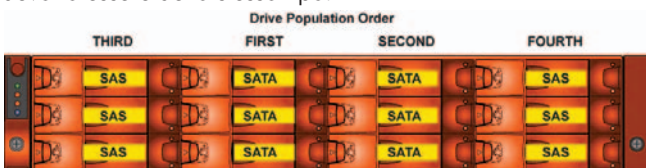

Figura 6: ordine di installazione delle unità e caricamento di un'unità campione
- Per ottenere prestazioni ottimali, inserire le unità disco negli slot nella sequenza indicata di seguito, se non si prevede di utilizzare tutti gli slot (*vedere la Figura 6*):
- Se si ha l'esigenza di installare un tipo di unità diversa, sarà necessario installarla in una colonna diversa (*vedere la Figura 6*). Tutte le unità facenti parte della stessa colonna devono essere dello stesso tipo.